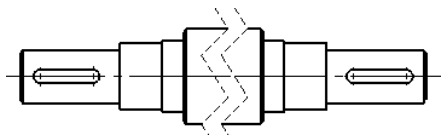

图 9.4.32 创建断裂视图
大幅面的图纸来绘制。为了既节省图纸幅面，又反映零件形状尺寸，在实际绘图中常采用断裂视图。断裂视图指的是从零件视图中删除选定两点之间的视图部分，将余下的两部分合并成一个带破断线的视图。下面以图 9.4.32 为例，说明创建断裂视图的一般操作步骤。
- **锯齿** 选项：折断线为锯齿线，如图 9.4.32 所示。